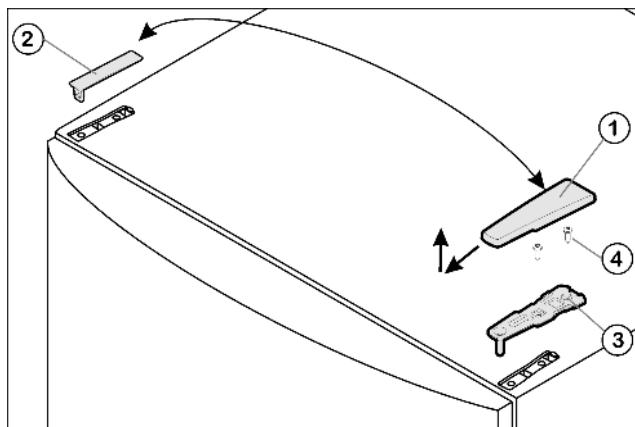

Fig. 4
- ▶ Потяните крышку Fig. 4 (1) вперед и вверх.
- ▶ Снимите крышку Fig. 4 (2).
- ▶ Открутите верхний опорный кронштейн Fig. 4 (3)(2 шт. Torx® 25) Fig. 4 (4) и вытяните вверх.
- Установите верхний опорный кронштейн Fig. 4 (3) на новой стороне шарнира и защелкните в дверце.
- Привинтите верхний опорный кронштейн (с моментом 4 Нм)(2 шт. Torx® 25) Fig. 4 (4). При необходимости проделайте отверстия или используйте аккумуляторную отвертку.
- Наденьте и защелкните крышку Fig. 4 (1) и крышку Fig. 4 (2) на противоположной стороне снаружи.